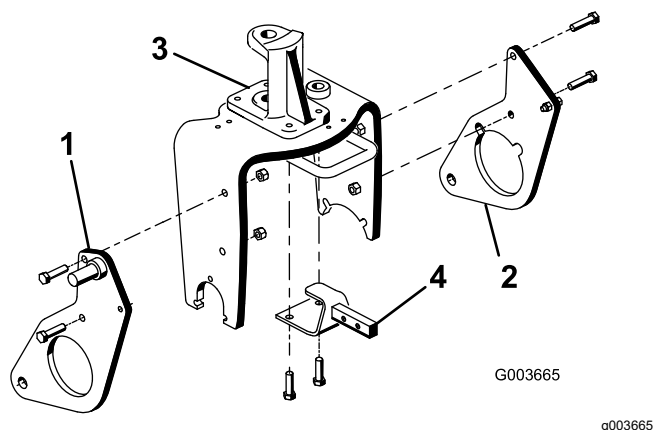

Рисунок 11
1. Свободно закрепите правую плужную пластину на правой стороне вилки поворотного колеса с помощью 2 болтов (1/2 x 2 дюйма) и контргайк, как показано на Рисунок 11.
- Повторите процедуру с левой плужной пластиной (Рисунок 11).
- Снимите и удалите в отходы 2 болта, которые крепят переднюю часть шарнира поворотного кулака к верхней части вилки поворотного колеса (Рисунок 11).
- Используя вилку поворотного колеса и крепежные отверстия шарнира поворотного кулака, закрепите кронштейн рамы сцепки на нижней стороне вилки поворотного колеса с помощью 2 болтов (1/2 x 1-3/4 дюйма); см. Рисунок 11.